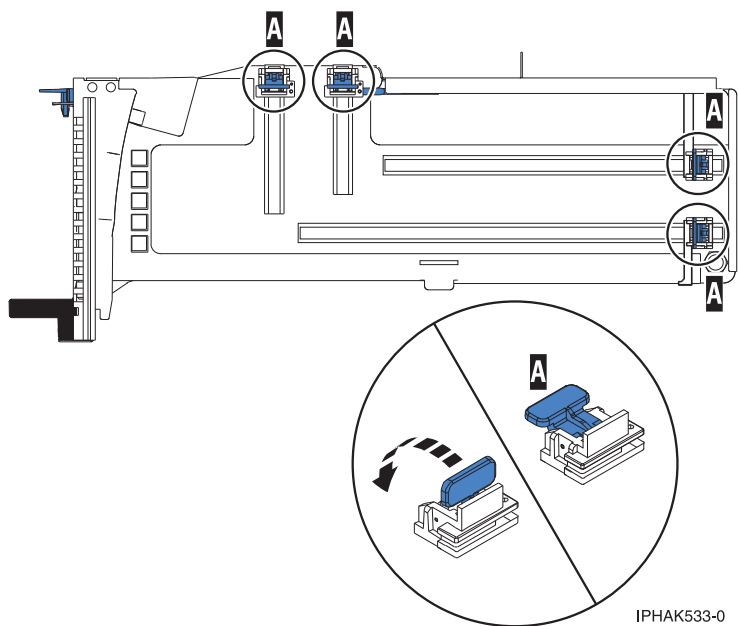

図 84. カセット内のアダプター保持器具
- a. アダプターを収容できるように、すべてのアダプター保持器具がカセットの端に押し出されていることを確認します。 82 ページの図 84を参照してください。